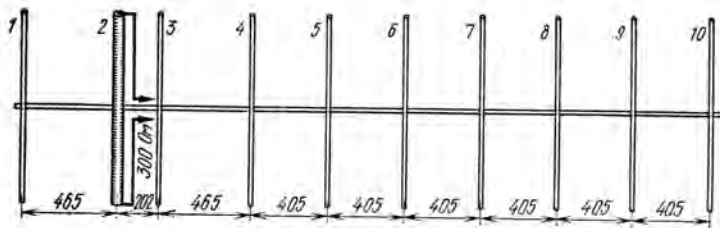

Рис. 8
**10-элементная антенна (Yagi).** Несомненно, это — наиболее популярная УКВ антенна (рис. 8). Она дает усиление 13 дБ. Автор проводил с помощью такой антенны метеорные связи с Англией и Бельгией, много дальних связей за счет тропосферного прохождения и «авроры».